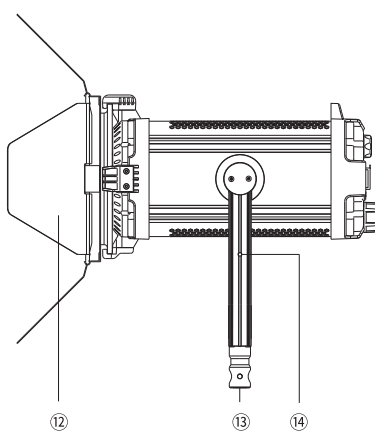

图4 FL-C100D侧面视图
使用前, 请根据使用需求安装好遮光板、遮光布, 灯具吊装使用时, 请配合安全绳使用, 安全绳应贯穿U型支架及吊环(吊环需自行安装于图4 ⑭处)。